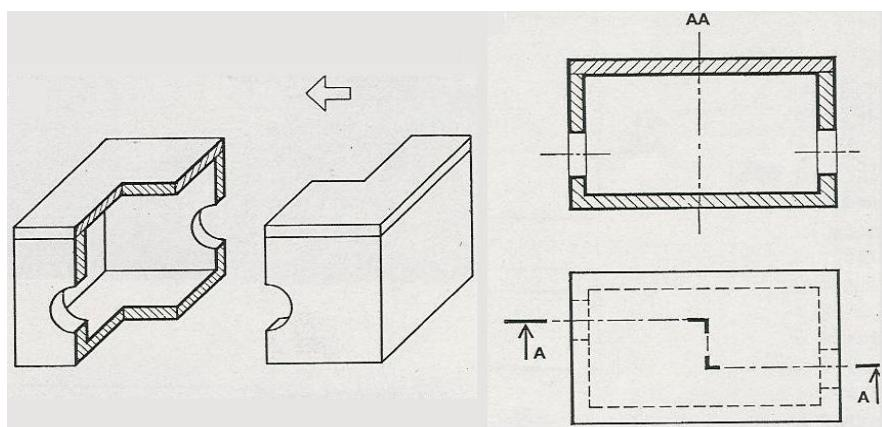

Figure 04
- *On repère sur la coupe la brisure du plan sécant par un trait mixte fin. Cf figure 04*